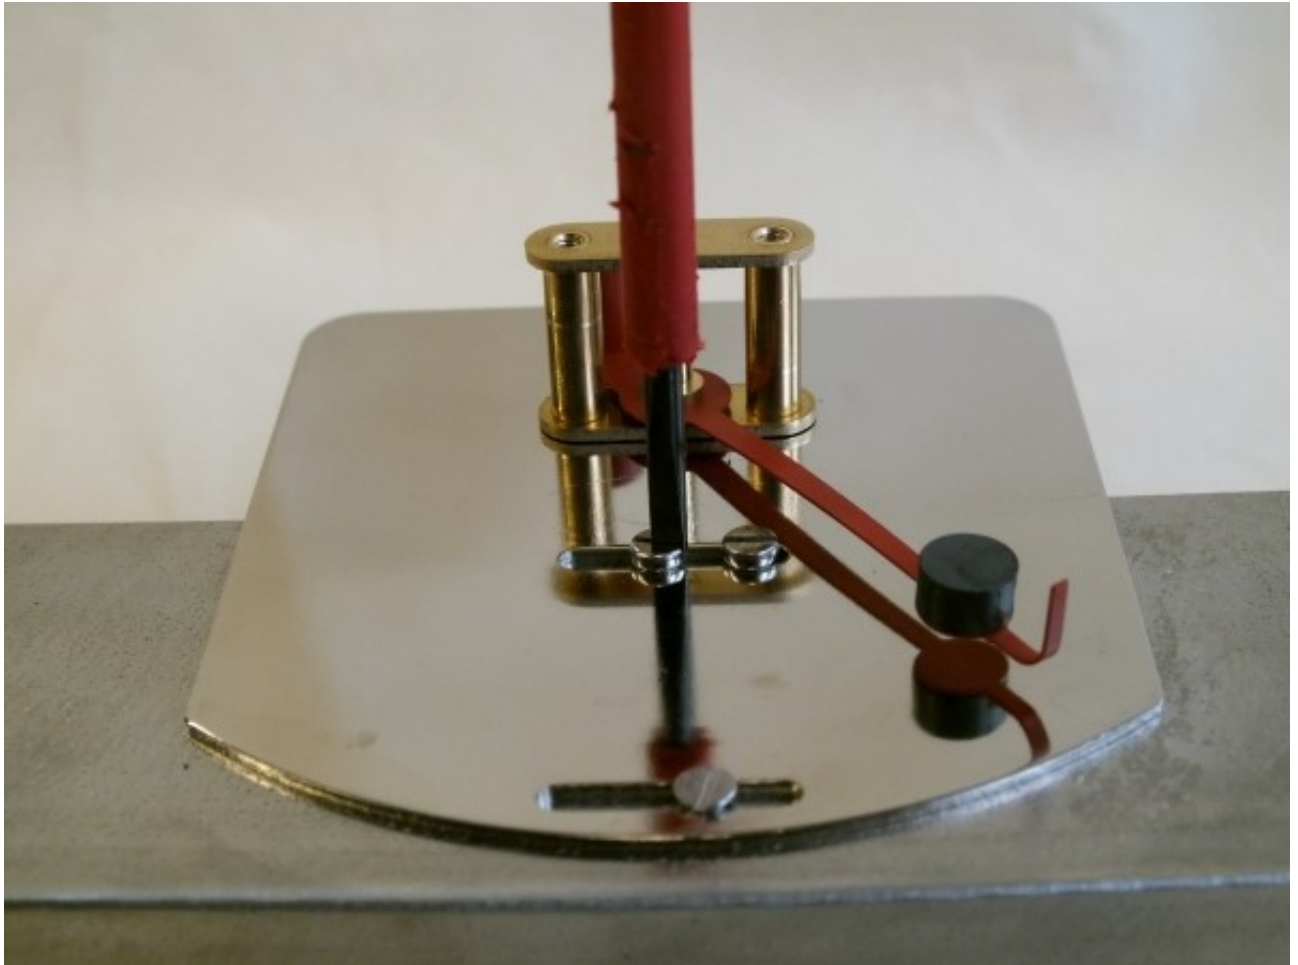

Abb. 64: Bodenplatte befestigen
- 12.** ▶ Anzeige-Bodenplatte auf Gerätekörper legen und die Befestigungsschrauben soweit eindrehen, dass sich diese noch verschieben lässt (*Abb. 64*). Darauf achten, dass an der Langnut (Bereich Zeigerspitze) die Senkkopfschraube und im Bereich (Anzeige Mitte) die beiden Zylinderkopfschrauben eingesetzt werden